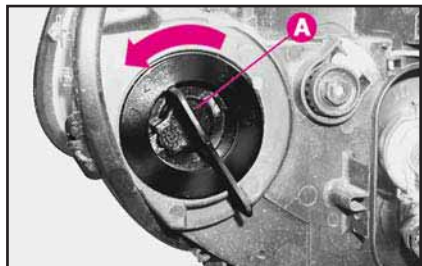

fig. 15
1) Ruotare il tappo **A**-fig. 15 in senso antiorario e rimuoverlo
3) Dopo aver sostituito la lampada, rimontare il tappo **A**-fig. 15 ruotandolo in senso orario.